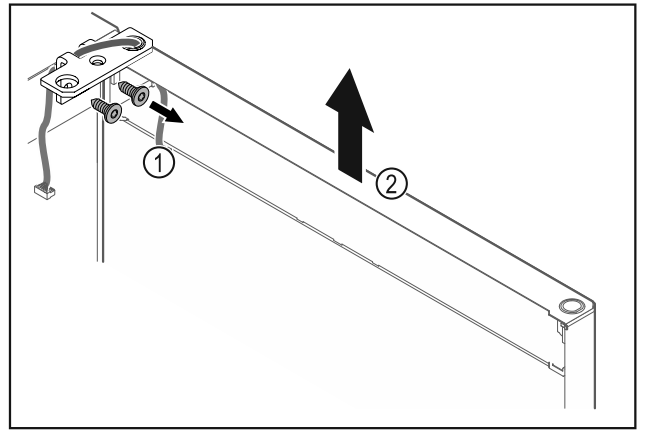

Fig. 20
- ▶ Irrota saranakulma Fig. 20 (1).
- ▶ Nosta ovia saranakulmineen Fig. 20 (2) noin 200 mm suoraan ylöspäin ja ota pois.